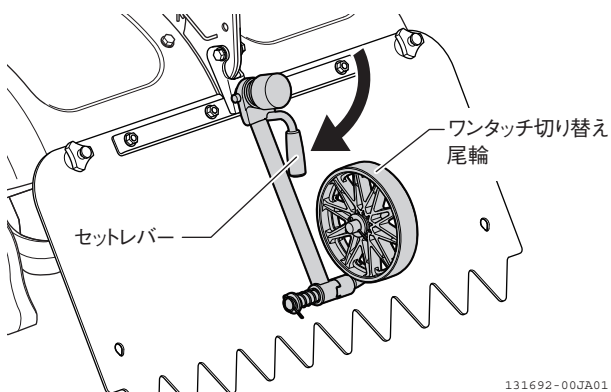

図 3-4 尾輪（移動1）
1. セットレバーを手前に引き、尾輪を下にセットします。(図 3-4)